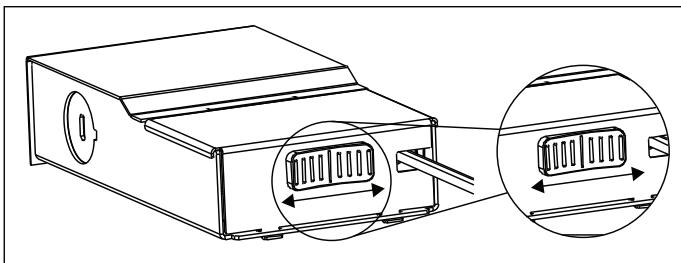

Figure 4 / Figura 4 / Schéma 4
4. Use switch on the driver box (CCT option need to be selected before fixture installation) to select appropriate light color (27K-30K-35K-40K-50K option). (Figure 4)
4. Utilisez le commutateur sur le boîtier de la commande (l'option CCT doit être sélectionnée avant l'installation du luminaire) pour choisir la couleur de la lumière appropriée (27K-30K-35K-40K-50K). (Figure 4)